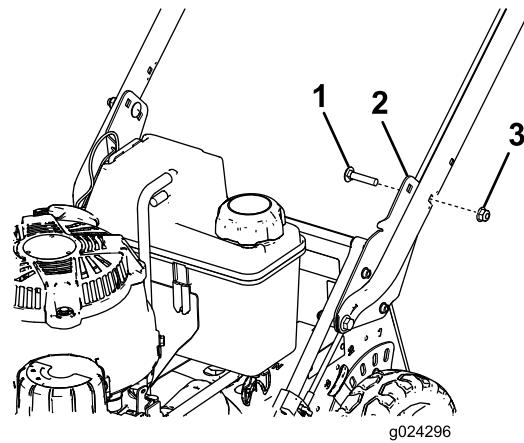

Figura 5
- Sujete el manillar a los soportes del manillar en la posición de altura deseada con 2 pernos de cuello cuadrado (5/16 x 1-1/2 pulgadas) y 2 tuercas con arandela prensada (5/16 pulgada), según se muestra en Figura 5.